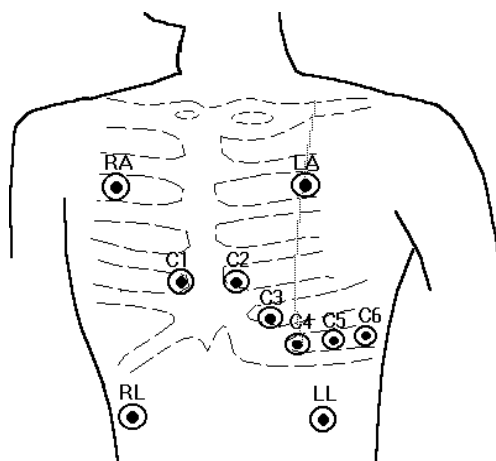

Figure 6.1
- Placez les électrodes dans la partie appropriée. Veuillez vous référer à la figure 6.1 .